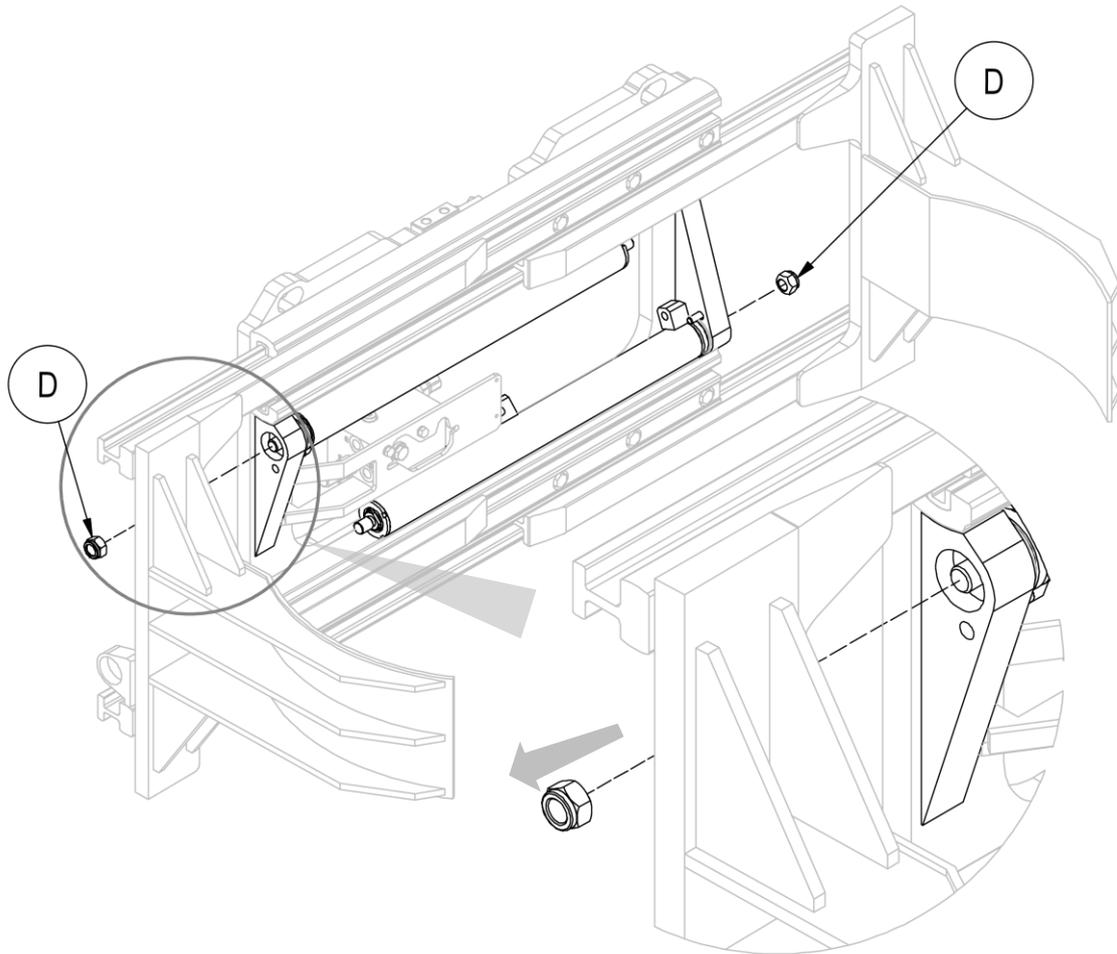

Figura 48
7. Rimuovere i dadi **D** che vincolano i cilindri alla struttura dell'attrezzatura e rimuovere i cilindri stessi, prestando attenzione a non danneggiarli (vedi *Figura 48*).